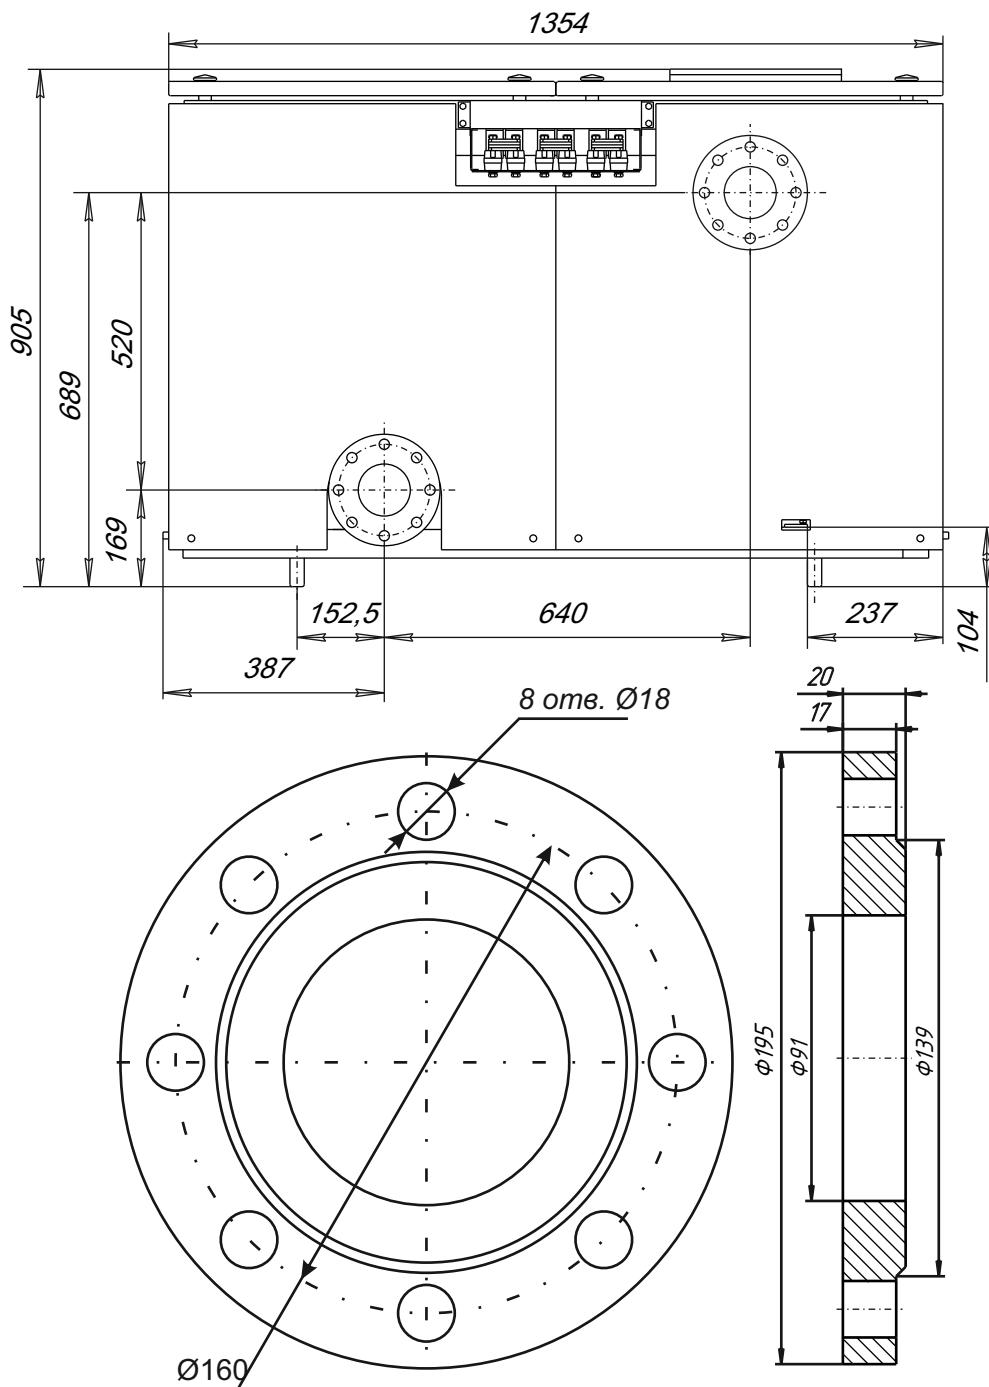

Рис. 4 Вид сзади
4.1.10 Габаритные и присоединительные размеры прибора приведены на Рис.4, 5.
- 25 Казань, "ТатГазСельКомплект", тел. (843) 55-77-971, 55-77-977